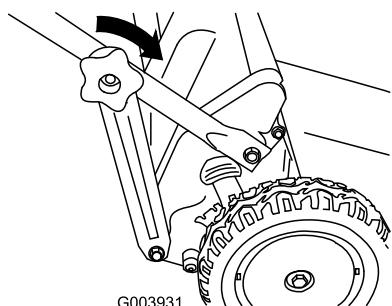

Bild 17
3. Setzen Sie die Handräder des unteren Griffes ein und ziehen Sie die Handräder so fest wie möglich (Bild 17).